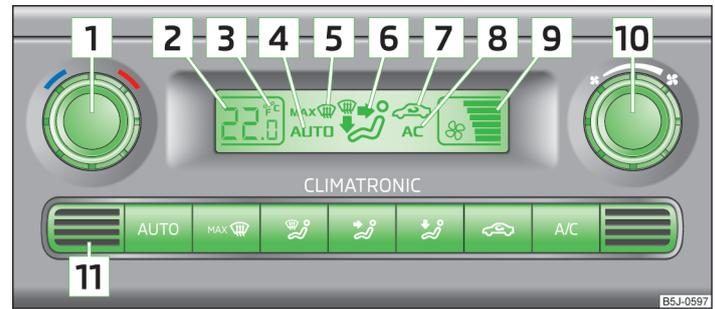

Fig. 83 Climatronic: elementos de manejo
No cubra con adhesivos ni tape el sensor de la temperatura del habitáculo  » fig. 83; de lo contrario, esto podría influir negativamente sobre el Climatronic. ■
- Pulsar la tecla **AUTO** » fig. 83 de la página 89, en la pantalla se visualiza **AUTO**.
- Girar el regulador giratorio  » fig. 83 de la página 89 hacia la izquierda o la derecha para reducir o aumentar la temperatura.
En la pantalla aparecerán los datos en la unidad de medida deseada de la temperatura (pos.  » fig. 83 de la página 89).
- Pulsar la tecla de símbolo  » fig. 83 de la página 89.
- Pulsar de nuevo la tecla de símbolo  » fig. 83 de la página 89.
► Gire el regulador giratorio  » fig. 83 de la página 89 hacia la izquierda o la derecha para reducir o aumentar la velocidad de giro del ventilador.
El número de revoluciones ajustado para el ventilador se muestra en la pantalla con el número pertinente de segmentos en el símbolo  » fig. 83 de la página 89.
► Pulsar la tecla de símbolo  » fig. 83 de la página 89.
► Pulsar de nuevo la tecla de símbolo  » fig. 83 de la página 89 o la tecla de símbolo **AUTO**.